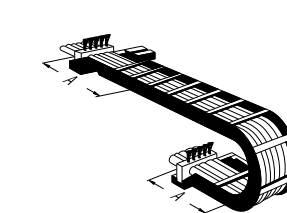

Fig. 1
- pour des chaînes porte-câbles courtes aux deux extrémités de la chaîne (→ Fig. 1)